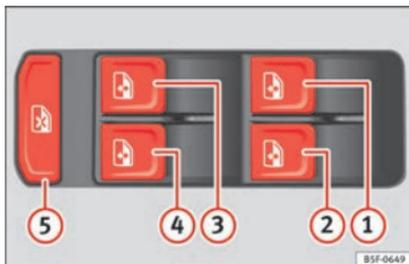

Fig. 128 Détail de la porte du conducteur : commandes des fenêtres.
La commande de sécurité 5 » fig. 128 vous permet de désactiver les touches de lève-glaces sur les portes arrière. Si vous appuyez de nouveau sur la commande de sécurité 5, les commandes des portes arrière se réactiveront.
- Si des enfants voyagent sur la banquette arrière, pour des raisons de sécurité, il est recommandé d'utiliser le commutateur de sécurité 5 » fig. 128, qui désactive les commandes des glaces arrière.